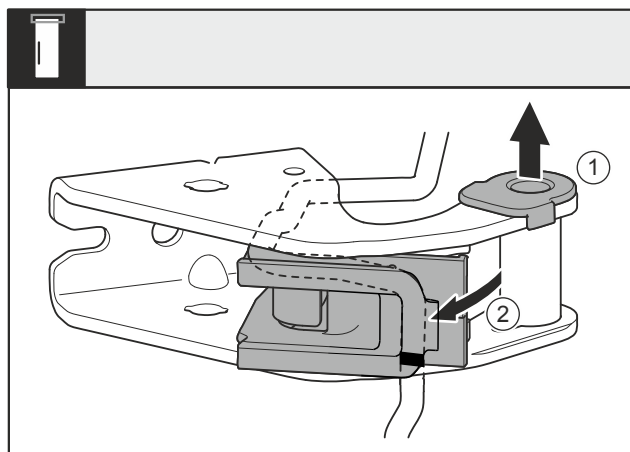

Fig. 30
- Izvlecite ležajno pušo Fig. 30 (1) iz vodila.
- Obrnite držalo kabla Fig. 30 (2) navzven.